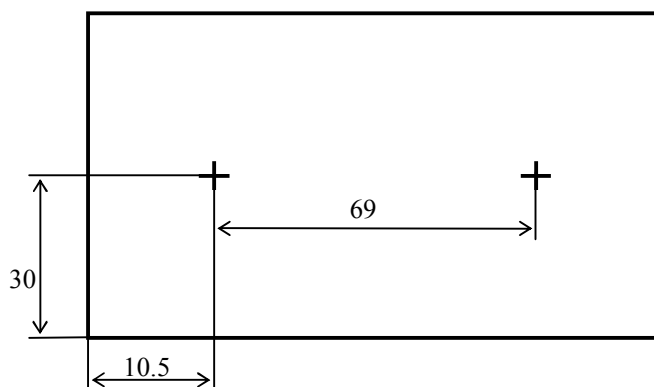

Рисунок 2. Разметка для крепления ПИ М64-Ethernet «Роса-2SL».
4.2. Закрепите преобразователь на стене. Для этого сделайте разметку на выбранном участке стены (рис. 2) и закрепите его шурупами сквозь монтажные отверстия.